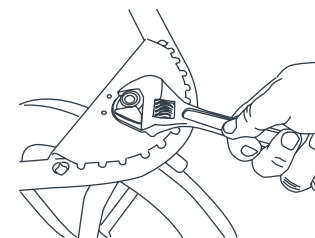

Abb. 6
- 6) • Wenn Sie ein Wackeln des Vorderrads bemerken, das über das beim Gehen normale Maß hinausgeht, müssen Sie möglicherweise die Mutter des Vorderradgehäuses anpassen. Diese Mutter befindet sich unter der Fußstütze an der Vorderseite des Joggers (Abb. 6). Zum Festziehen der Mutter können Sie einen handelsüblichen Rollgabelschlüssel verwenden. **NICHT ZU FEST ANZIEHEN, da dies zu Schäden am Radgehäuse führen kann.**